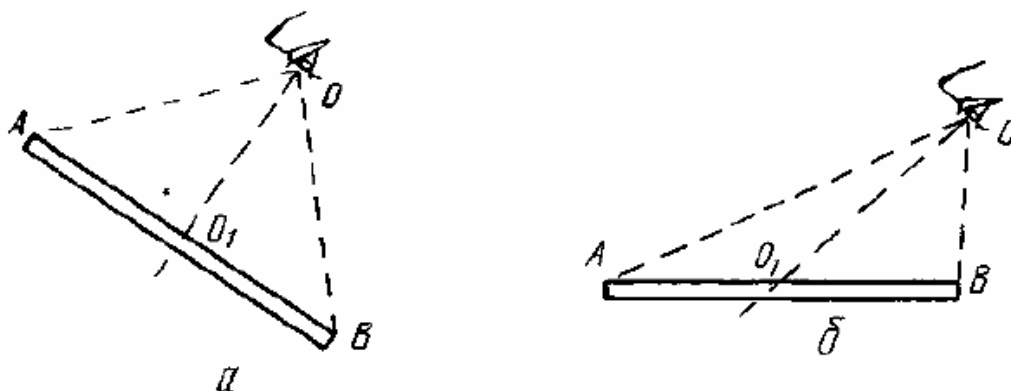

Рисунок 1 – Положение глаз рисующего: а – правильное; б – неправильное
1.3. Бумага для работы карандашом должна быть достаточно гладкой, чтобы выдерживать многократное стирание резинкой. Бумагу прикрепляют к мольберту кнопками. Бумагу, т.е. плоскость, на которой располагается рисунок, необходимо располагать перпендикулярно направленному в середину формата взгляду рисующего (см. рисунок 1). При таком условии рисунок будет виден без искажений. При горизонтальном расположении плоскости листа работают стоя или став коленями на стул.